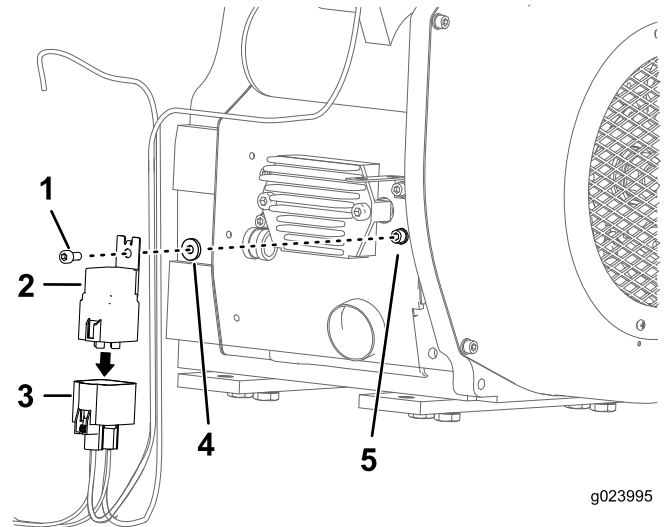

Figura 3
5. Retire el perno del lado derecho del motor (Figura 3).
6. Conecte el bloque terminal del arnés de cables de la bujía al interruptor del relé y sujete el interruptor del relé al motor usando el perno que retiró anteriormente y el espaciador, según se muestra en Figura 3.